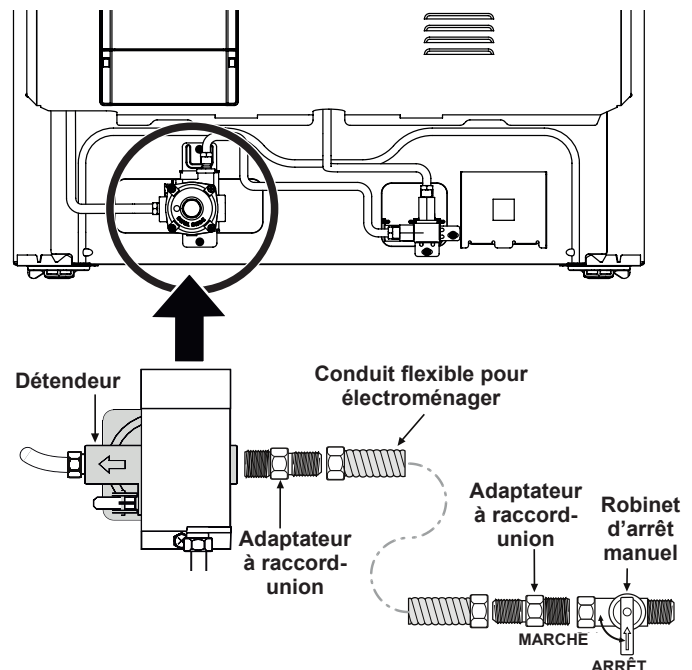

Fig. 8 - Branchement de l'alimentation
- Installez un robinet d'arrêt manuel externe sur la conduite d'alimentation en gaz dans un endroit accessible situé à l'extérieur de la cuisinière. Assurez-vous de connaître l'endroit où se trouve le robinet d'arrêt ainsi que la façon d'arrêter l'alimentation en gaz de la cuisinière (voir Fig. 8).
- Installez un adaptateur à raccord-union de 1,3 cm (1/2 po) sur le détendeur **sans serrer à plus de 15 pi/lb** (voir Fig. 8).
- d. Raccordez l'adaptateur de raccord-union au robinet d'arrêt manuel externe (voir Fig. 8).
- e. Fixez la conduite de l'appareil à l'adaptateur de raccord-union raccordé au robinet d'arrêt (voir Fig. 8).